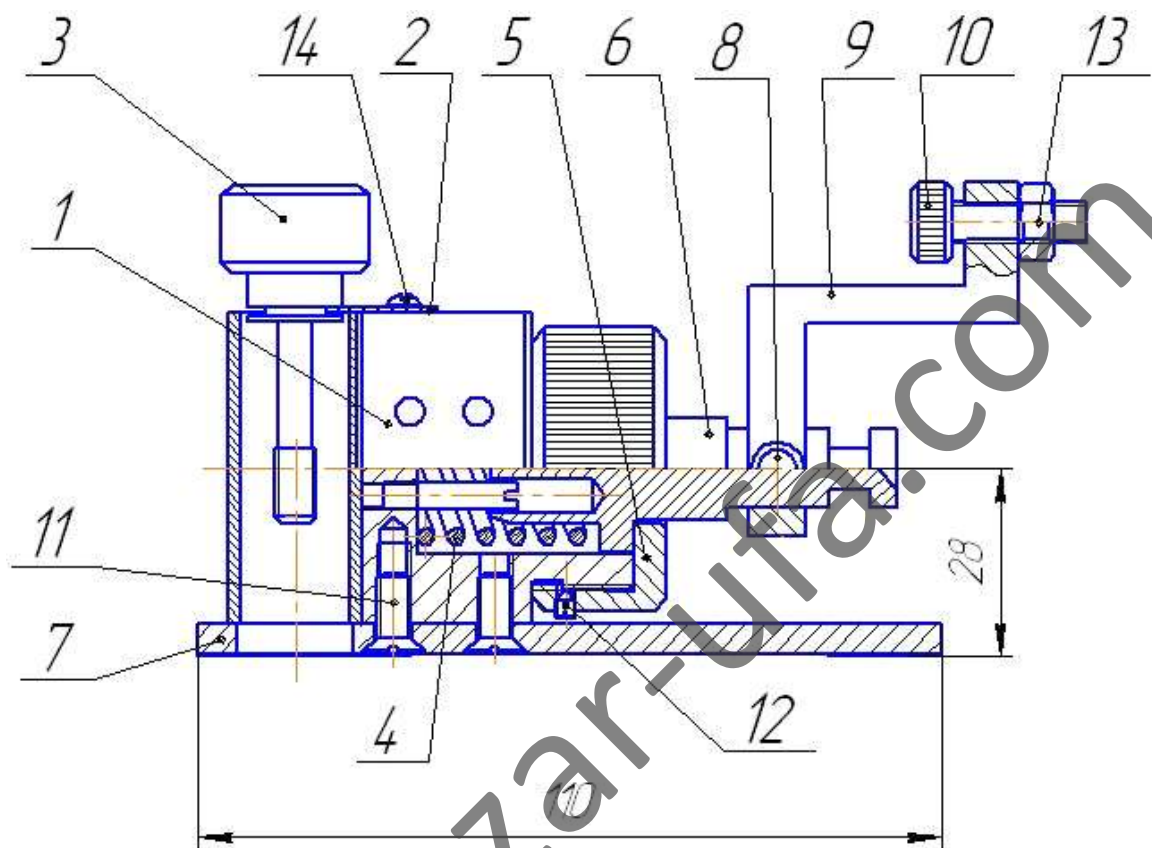
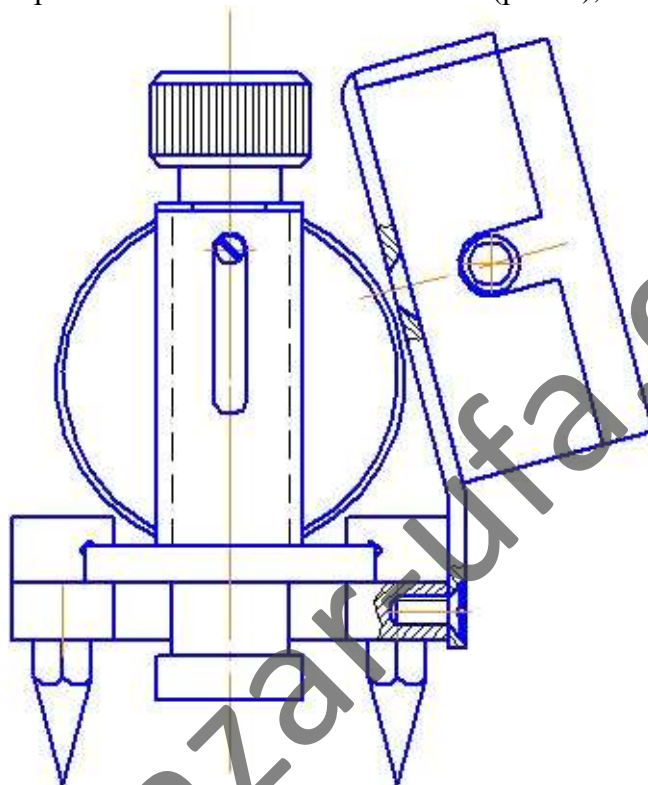
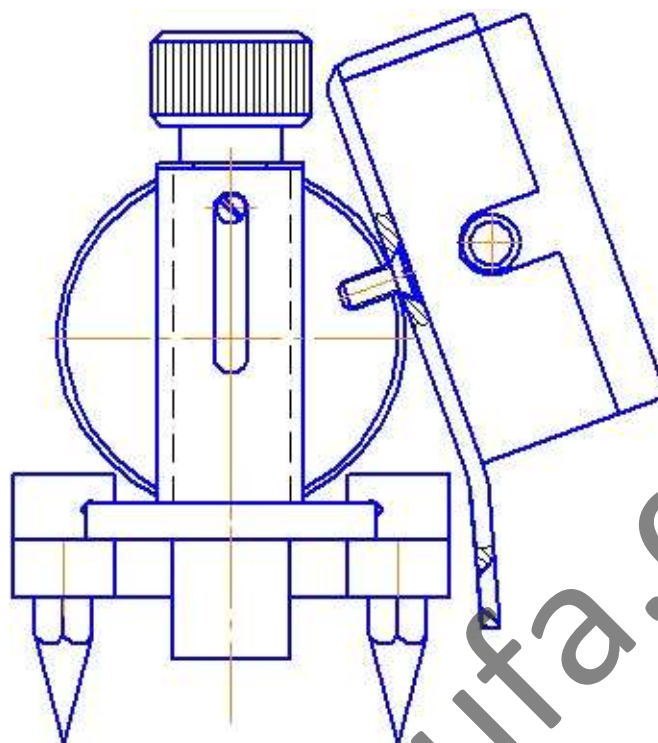

Рис. 3
Рис. 4
Рис.5
Каретка (рис. 3), передвигаясь относительно станины по направляющим, воздействует на изоляционное покрытие трубопровода через скребок в случае битумного покрытия или кардан, если трубопровод имеет полимерное покрытие. Крепление кардана и скребка производится с помощью винта 3 и фиксируется установочным винтом. Внутри корпуса каретки 1 находятся: тарированная пружина 4, валик 6, ориентированный штифтом, натянутые муфтой 5, законтренной установочным винтом 12. Настройка из измерителя осуществляется с помощью винта настройки 10 кулачка 9 и контргайки 13. При определении усилия прилипания битумного покрытия (рис. 4) держатель 2 крепится плите, а при определении усилия прилипания полимерного покрытия (рис. 5) – к корпусу.
5.2. При определении усилия прилипания битумного покрытия установить в каретку 2 скребок и держатель закрепить винтами к плите станины (рис. 4),
а при определении усилия прилипания полимерного покрытия держатель закрепить винтами к корпусу каретки 2 (рис. 5).